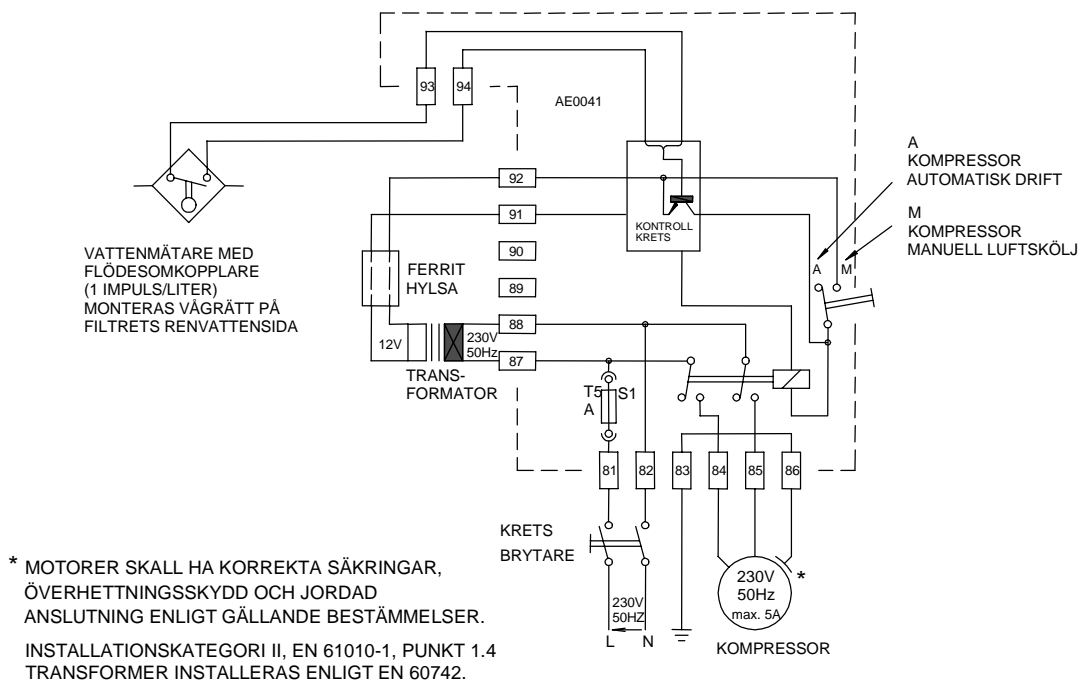

Fig. 3.
8. Kompressorn, 1 x 230 V, monteras på vägg enligt tillverkarens/leverantörens instruktioner. Elanslutning utförs enligt fig. 3.